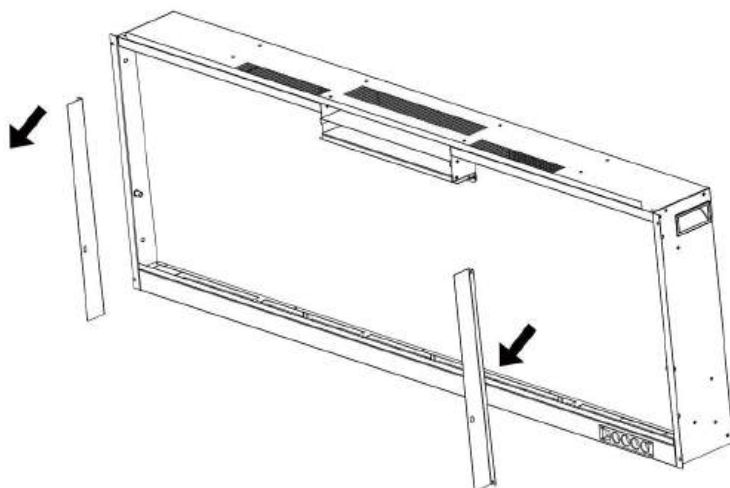

Fig. 2-2
B. Verwijder de twee beugels en leg ze opzij. (**Afb. 2-2**)